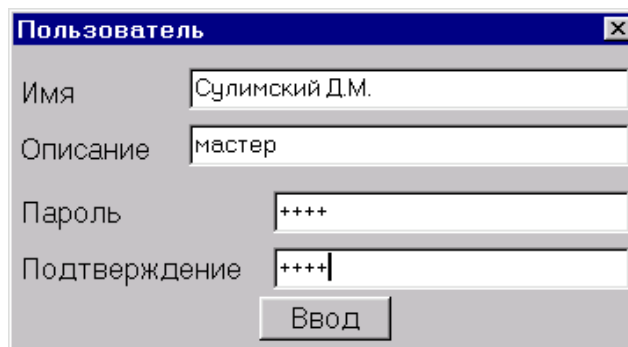

Рис. 35
- в появившемся окне (Рис. 35) ввести имя (без пробелов), описание, пароль и подтверждение пароля пользователя;